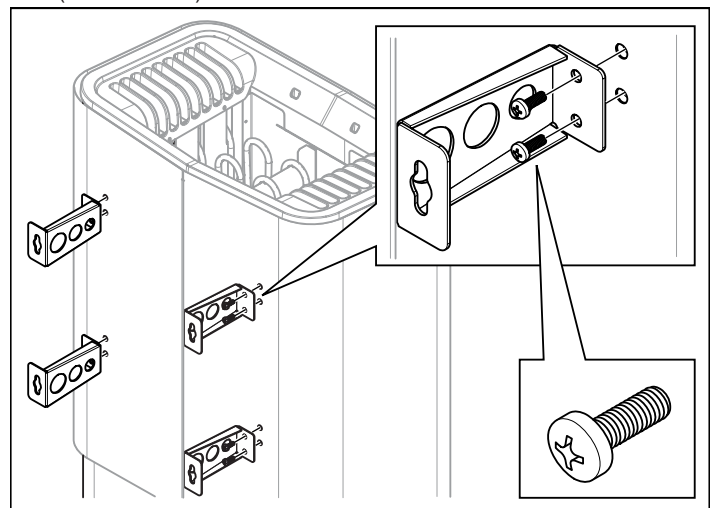

Abbildung 12: Montage der Halterungen an der Heizung
6. Lösen Sie die ersten beiden Schrauben auf der Rückseite der Heizung und schrauben Sie eine der vier Halterungen daran fest. Wiederholen Sie den Vorgang, bis alle Halterungen montiert sind (siehe Abb. 12).